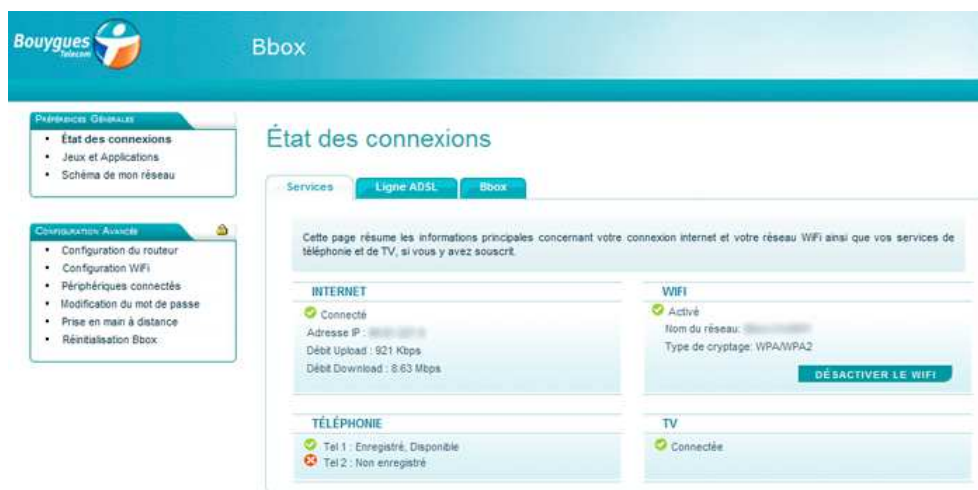

Figure 22
1. Saisir dans votre navigateur web <http://192.168.1.254> afin d'accéder au panneau d'administration de la box Figure 22.